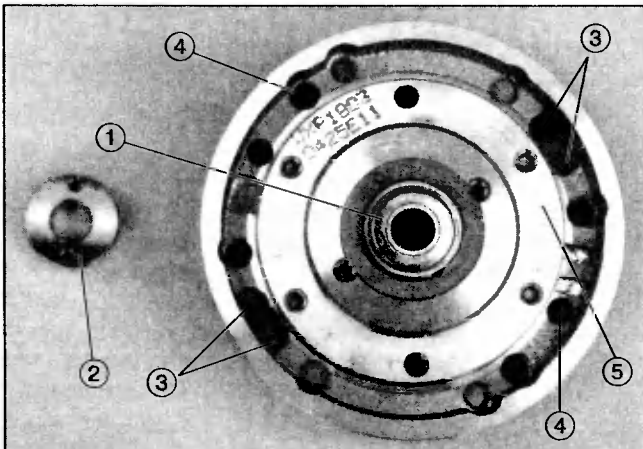
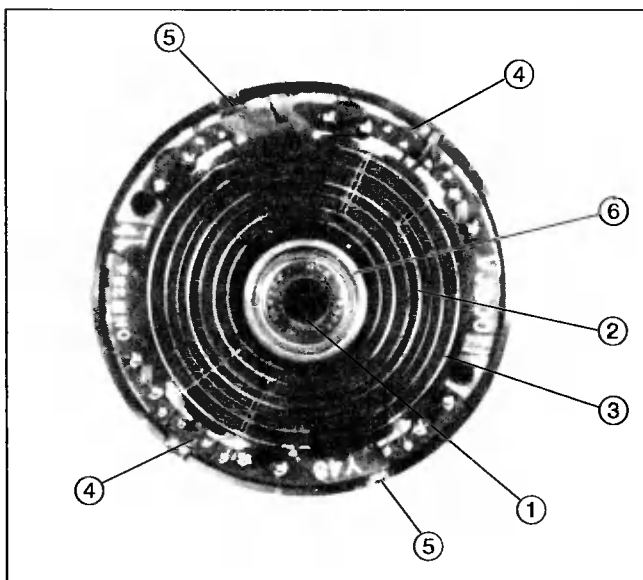
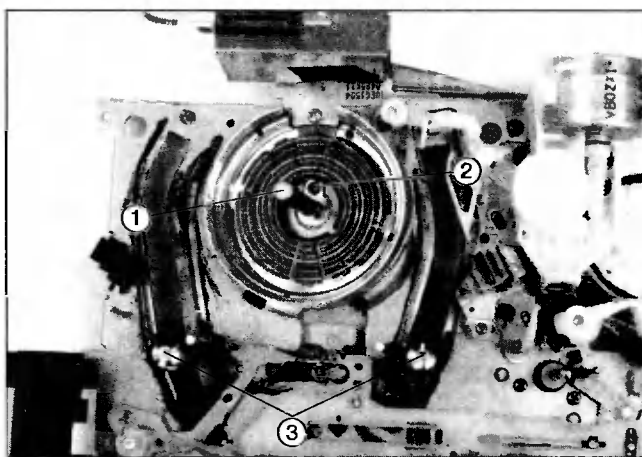
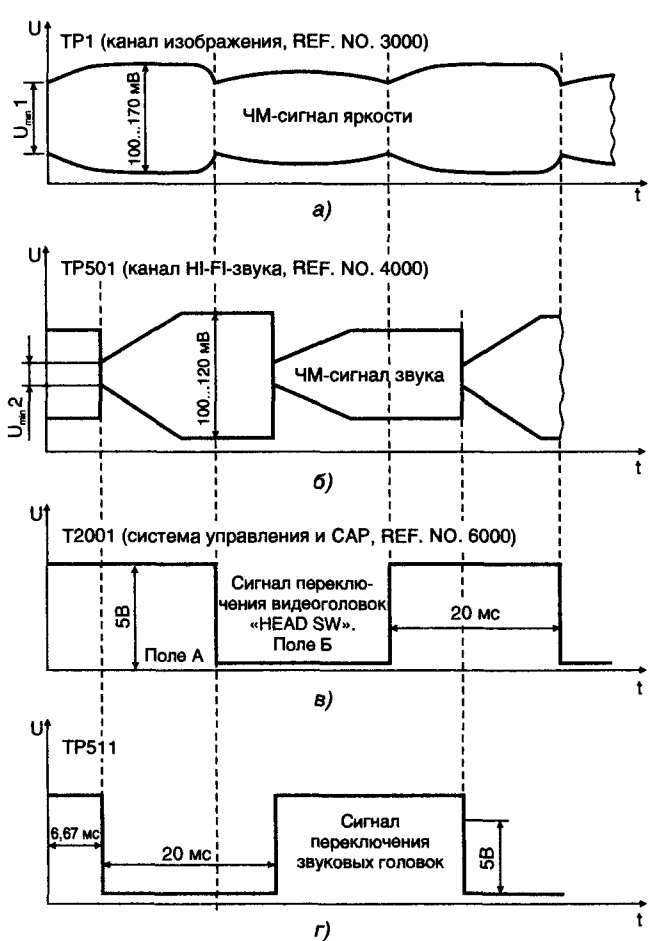

Рис. 1. Верхний цилиндр VXP1803 (вид сверху)
Рис. 2. Верхний цилиндр VXP1803 (вид снизу)
Рис. 3. Блок головок
Рис. 4. Огибающие ЧМ-сигналов изображения и звука при износе механических деталей лентопротяжных механизмов видеомагнитофонов
Попытаться избежать неприятностей такого рода можно еще на этапе покупки видеомагнитофона, просто послушав его работу в тихом помещении. По данным автора к аппаратам, создающим повышенный уровень шума, относится и ряд популярных моделей, в частности видеоплееры PANASONIC-NV-FJ8AM (БВГ VEG1460, верхний цилиндр VXP1899 с четырьмя головками), PANASONIC-NV-FJ8AM/MKII (верхний цилиндр VXP2118), выпускавшиеся в 1999–2003 гг., целый ряд HI-FI видеомагнитофонов фирмы PANASONIC этих лет выпуска, например PANASONIC-NV-HD460EU (верхний цилиндр VXP1803 с шестью головками). Внешний вид верхнего цилиндра VXP1803 показан на рис.1 (вид сверху), рис.2 (вид снизу).
Конструкция цилиндра довольно сложная. В нее входят: верхний подшипник 1, фиксирующая втулка 2, юстировочные винты видео головок 3, юстировочные винты звуковых головок 4 и основание верхнего цилиндра 5 (рис.1); нижний подшипник 1, ротор вращающегося трансформатора 2, соединительная печатная плата 3, сдвоенные видео головки 4, звуковые головки 5, контактный цилиндр заземляющего токосъемника 6 (рис. 2). Применение подобных конструкций верхних цилиндров (ВЦ) позволяет фирмам-изготовителям автоматизировать некоторые операции при сборке аппаратуры и снизить ее себестоимость, однако для ремонтников «широкого» профиля, не имеющих доступа к «фирменным» запасным частям, задача поиска
- снимают фиксирующую втулку 2 (рис.1), предварительно отметив ее положение относительно несущей оси 1 (рис.3). Для отпускания торцевого фиксирующего винта втулки нужно использовать торцевые ключи, плотно, без люфтов подходящие к шлицам винтов. В противном случае (при наличии люфта) можно сорвать шлиц винта (как правило они затянuty очень сильно), после чего разборка станет проблематичной;
- снимают верхний цилиндр с оси 1 (рис. 3) Иногда он очень плотно посажен на ось и не снимается. В этом случае приподнимают ВЦ одной рукой (не касаясь видеоголовок) и ударами молоточка с медной или алюминиевой прокладкой по оси снимают верхний цилиндр. Чтобы выбить подшипники из посадочных гнезд, необходимо пропустить стальную пластину размерами 5 x 12 мм внутрь ВЦ через отверстие в подшипнике, так, чтобы она легла поперек извлекаемого подшипника с внутренней стороны, затем продеть через отверстие в противоположном извлекаемому подшипнике ось диаметром 5 мм и ударами молоточка выбить подшипник.
отполировав ее какой-либо полировочной пастой. Это необходимо для обеспечения хорошего электрического контакта цилиндра с токосъемником 2 (рис. 3).
Типичная картина, возникающая при износе механических деталей лентопротяжных механизмов видеомagnetофонов, проиллюстрирована на рис.4. Отклонения огибающей от необходимой прямоугольной формы могут быть и другими, не совпадающими с осциллограммами на рис.4, а и б.
В процессе эксплуатации в первую очередь неточность следования видео головок начинает проявляться из-за износа узлов наклонных направляющих стоек 3 (рис. 3), особенно это заметно в аппаратах, работающих в режиме перемоток без отвода ленты от БВГ (таких сейчас большинство). В режимах перемоток на большой скорости острые края ленты давят на кромки направляющих стоек, в результате чего в них образуются «пропилы», лента перемещается по высоте от первоначально установленного положения при регулировке. При значительных отклонениях системы автотрекинга нередко ошибаются и устанавливают неоптимальный трекинг даже для видеосигнала, не говоря уже о ЧМ сигнале звука. Существуют конкретные, для каждой модели, а иногда даже для экземпляра видеомагнитофона минимальные значения ЧМ-сигналов (U_{min1} , U_{min2} на рис. 4), меньше которых воспроизведение сопровождается помехами и шумом.
В отличие от видео, звуковые сигналы непрерывны, поэтому помехоустойчивость трактов HI-FI потенциально ниже видеотрактов (достижение уровня U_{min1} в интервале кадрового гасящего импульса может никак не отразиться на изображении). По этой причине в основном и ставят «диагноз» головкам HI-FI звука: появляется треск при воспроизведении – значит головки изношены и требуют замены. Однако показанные на рис. 4 отклонения формы огибающих легко устраняются юстировкой направляющих стоек 3 (рис. 3) после полировки их кромок или замены.
Поиск точек для контроля огибающих ЧМ сигналов яркости и HI-FI звука ведут в каналах изображения, и предварительных усилителей звука. Искомые сигналы могут быть похожи на изображенные на рис. 4, или иметь другой вид. В идеале – это синусоидальные колебания постоянного размаха с частотами 3...4 МГц (яркостной сигнал) и 1,4...1,8 МГц (HI-FI).
Подключив к найденным точкам осциллограф (ко входу «X» – сигнал переключения, ко входу «Y1» – ЧМ-сигнал яркости, ко входу «Y2» – ЧМ сигнал HI-FI звука), включают режим воспроизведения тест-кассеты. После отработки цикла настройки системой автотрекинга (3...8 с.) приступают к регулировке высоты направляющих стоек 3 (рис.3). При отсутствии системы автотрекинга регулятор трекинга устанавливают в среднее положение. На первом этапе добиваются наибольшего приближения формы огибающей ЧМ-сигнала яркости к прямоугольной в каждом поле телевизионного сигнала, соответствующего половине периода сигнала переключения (20 мс). При вращении стоек замеряется угол между строчками записи на ленте и динамической траекторией видеоголовок. В случае значительных отклонений они могут не один раз в течении одного ТВ поля пересекать границы между строчками. В точках пересечения уровень сигнала уменьшается почти до нуля, а на изображении появляются горизонтальные полосы.
Регулировка траекторий движения звуковых головок имеет ряд особенностей. Прежде всего, необходимо определить размах ЧМ сигнала звука U_{min2} (рис. 4б), для чего, медленно изменяя трекинг, находят положение, при котором возникает треск в воспроизводимом сигнале. В момент возникновения треска прекращают изменять трекинг и измеряют U_{min2} . Следует отметить, что измеренное значение характерно для конкретного аппарата. Для других аппаратов требуется его индивидуальное определение. Последующие действия зависят от особенностей считывания ЧМ-сигналов звука. Если в процессе отработки установочного цикла системой автотрекинга форма огибающей близка к прямоугольной, а ее размах не менее чем в 1,5...2 раза больше U_{min2} , значит регулировка закончена и аппарат готов к воспроизведению записей со стандартной сигналограммой. В противном случае регулировку необходимо повторить, ориентируясь уже на форму огибающей ЧМ сигналов звука.